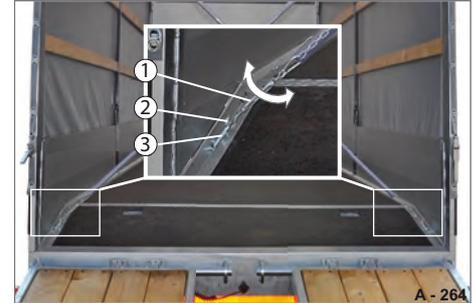

Abb. 206 Diagonal-Verspannung lösen
- ▶ Haken (Abb. 206/2) von unten am Zurrbügel (Abb. 206/3) anschließen.
- ▶ Spannschloss (Abb. 206/1) handfest mit einem Werkzeug anspannen.
- ▶ Mit einem Werkzeug das Spannschloss (Abb. 206/1) soweit aufdrehen, dass der Haken (Abb. 206/2) von dem Zurrbügel (Abb. 206/3) entfernt werden kann.